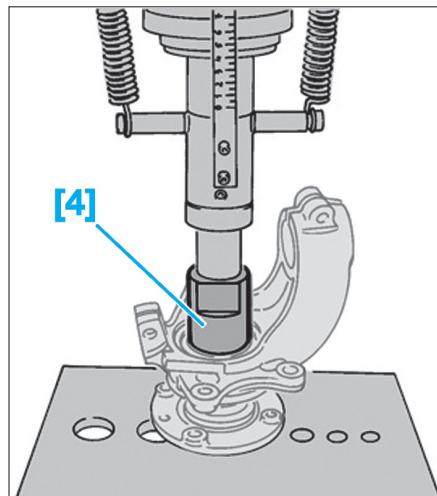

Fig. 39
- Reposer le circlips neuf (1) de maintien du roulement de moyeu avant dans son logement.
- Monter l'outil [4] (Fig.39).